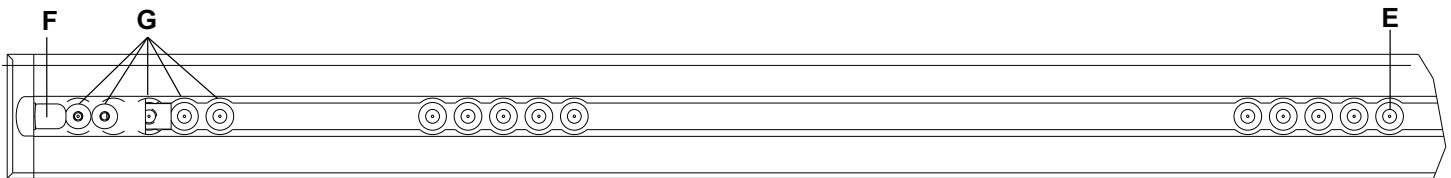

Рисунок 10 – Расположение фиксирующей шайбы напольной пластины со стороны ножного конца
Примечание - Если вы имеете дело с ранее установленной напольной пластиной без кабеля соединения основания с автомобилем, отмерьте 3 дюйма (7,6 см) или 7 дюймов (17,8 см) от положения фиксирующей шайбы E по направлению к головному концу (Рисунок 10). Отметьте точку посередине канала. Здесь будет расположен кабельный ввод. Инструкцию по подключению электросистемы см. в разделе «Установка напольной пластины» (6390-109-020).
Примечание - Предохранительный крюк (F) и расположение дополнительных монтажных отверстий (G) показаны исключительно для справки (Рисунок 10). Они не используются при установке Performance-LOAD.